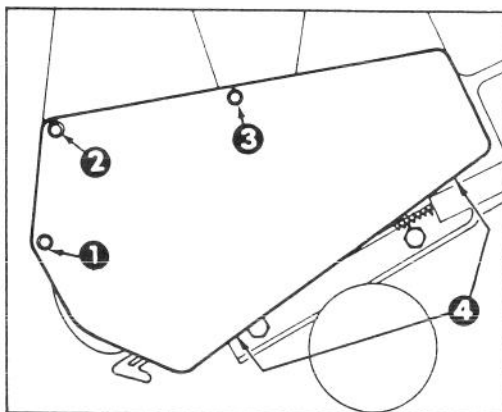

Fig. 12
3. Rimuovete 3 viti autofilettanti, 1 guarnizione e 2 controdadi che reggono il coperchio della cinghia all'armatura laterale (Fig. 12). Mettete da parte il coperchio della cinghia.
### SOSTITUZIONE DELLA CINGHIA DELLA TRASMISSIONE (Fig. 12 e 14)
2. Rimuovete 3 viti autofilettanti, 2 viti, 1 guarnizione e 2 dadi (Fig. 12). Smontate il coperchio della cinghia.